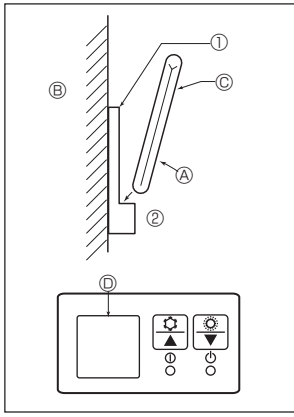

Fig. 6-4
2) Տեղադրման եղանակ (Fig. 6-4)
① Հեռակառավարման վահանակի կալիչը կպցրեք ձեր նախընտրած տեղում, օգտագործելով 2 ինքնապարուրակող պտուտակ:
② Վահանակի ներքին ծայրը տեղադրեք կալիչի մեջ: